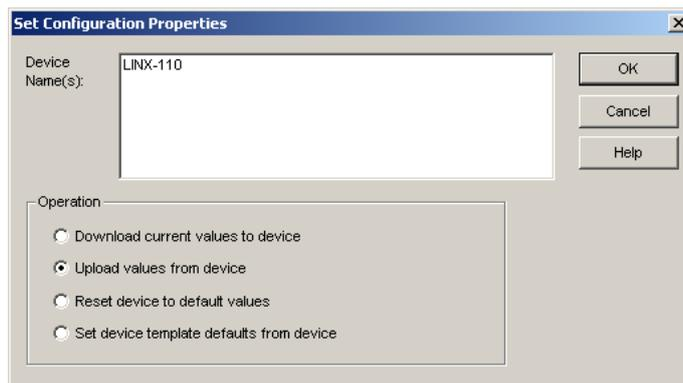

Abbildung 37: Setzen von CPs in LonMaker TE
- Der Dialog in Abbildung 37 wird geöffnet.